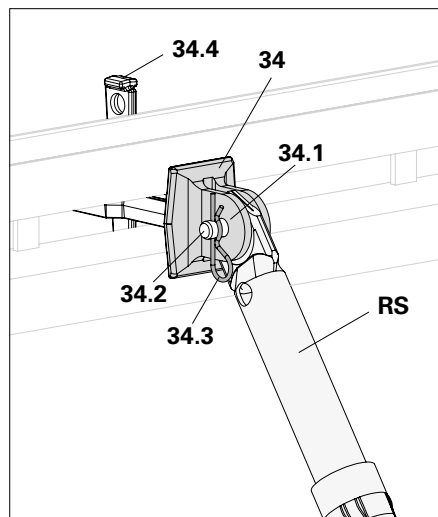

Fig. A8.04
Connecter l'étau tirant-poussant (RS) et les cosses de connexion (34.1) avec des boulons (34.2) et des goupilles de sécurité (34.3). (Fig. A8.04)